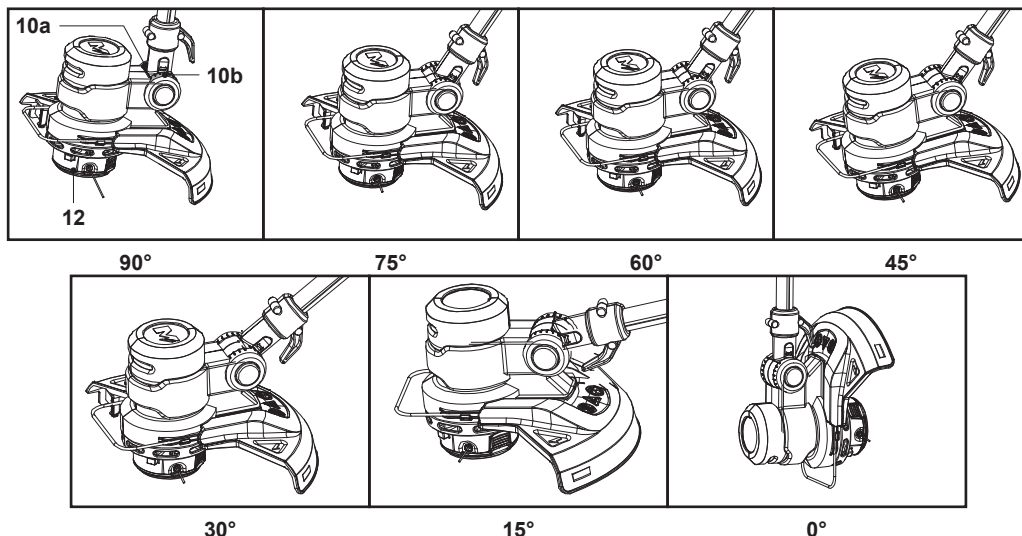

Fig. 8
Incline o ângulo da cabeça do aparador (12) para se ajustar às condições do solo para aparar ou bordadura alinhando o indicador (10a) com a linha indicadora (10b) (Fig. 8).